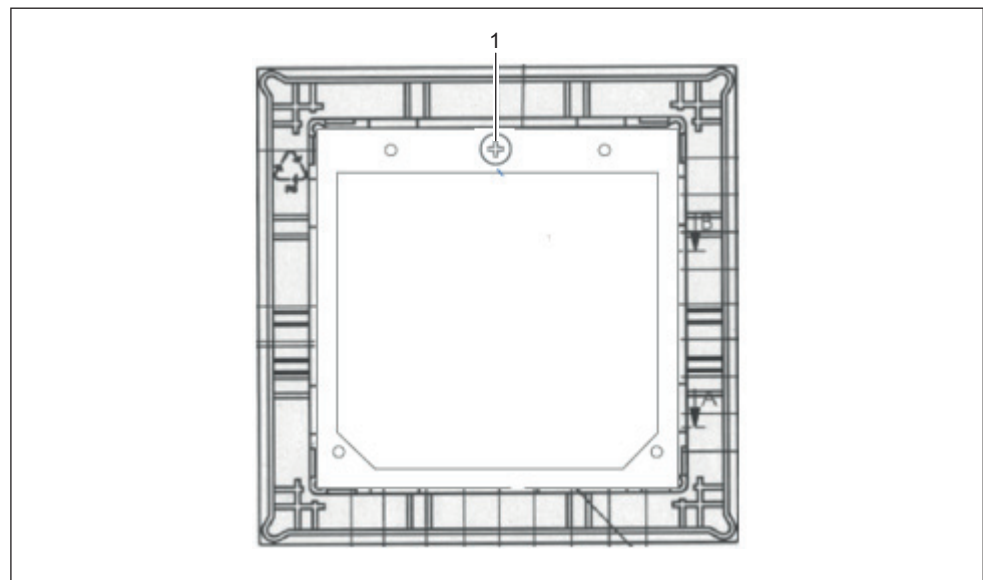

Abb. 18: Lieferzustand Siedle-Blindmodul (nicht im Lieferumfang enthalten)
- Klemmblech lösen (Abb. 18/1) und aus Blindmodul (nicht im Lieferumfang enthalten) entnehmen.